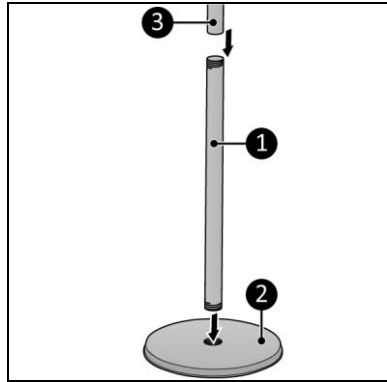

Abbildung 3
1. Schrauben Sie das untere Rohr (Abbildung 3, Pos. 1) an den Fuß (Abbildung 3, Pos. 2).
2. Schrauben Sie das verstellbare Rohr (Abbildung 3, Pos. 3) an das untere Rohr (Abbildung 3, Pos. 1).